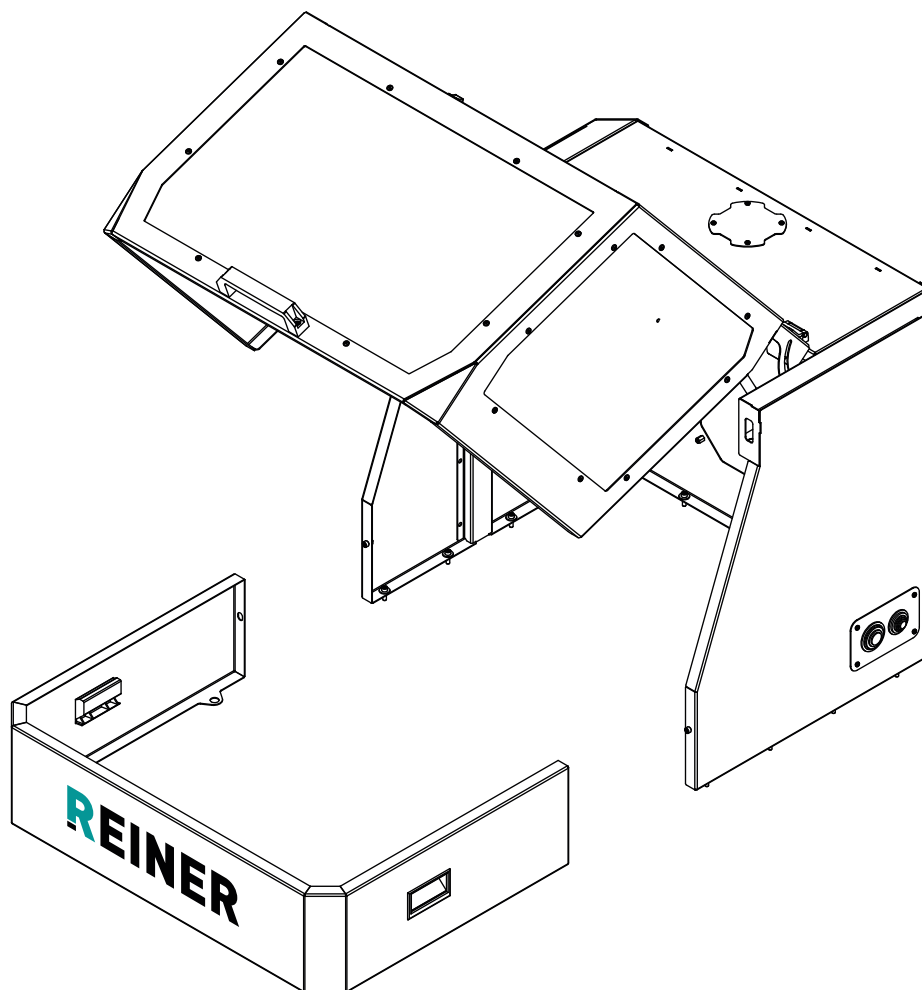

Рисунок 9 — Подготовка кабины к установке станка.
- отсоединить фартук (рис. 9);